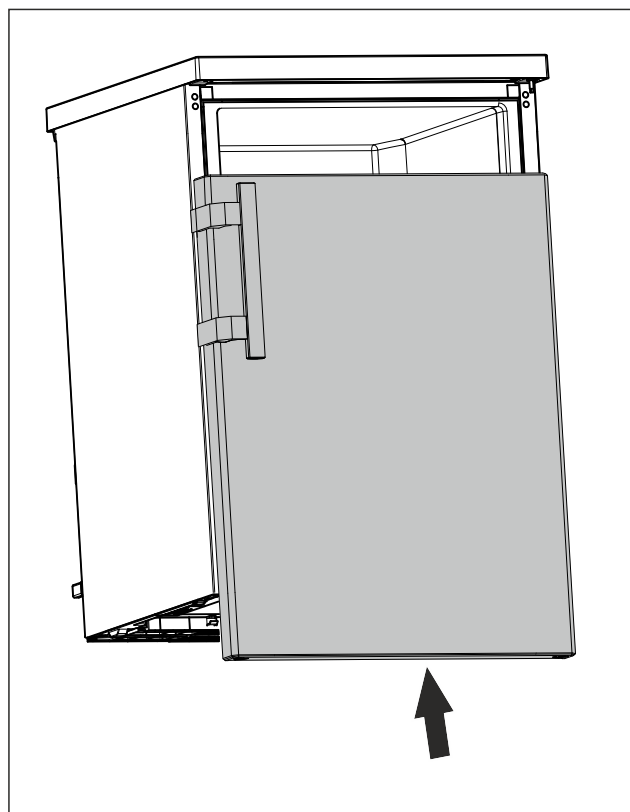

Fig. 16
- ▶ Împingeți ușa în stare închisă pe bolțul superior. (vezi Fig. 16)